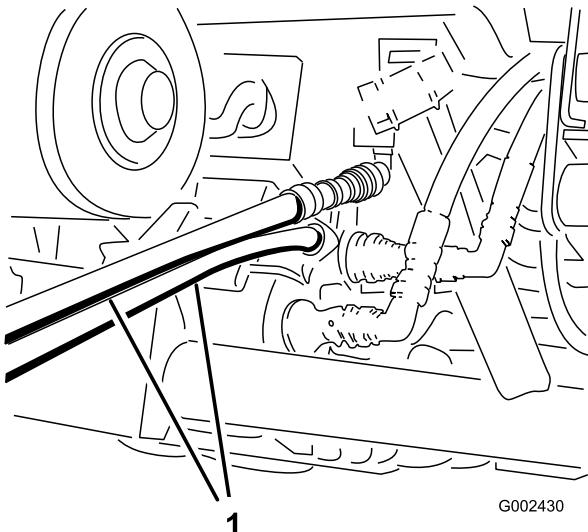

Figure 81
4. Sur l'autre véhicule, branchez les deux flexibles au raccord se trouvant encore dans le support. Raccordez le flexible supérieur au raccord supérieur et le flexible inférieur au raccord inférieur (Figure 81). Obturez les deux raccords inutilisés.